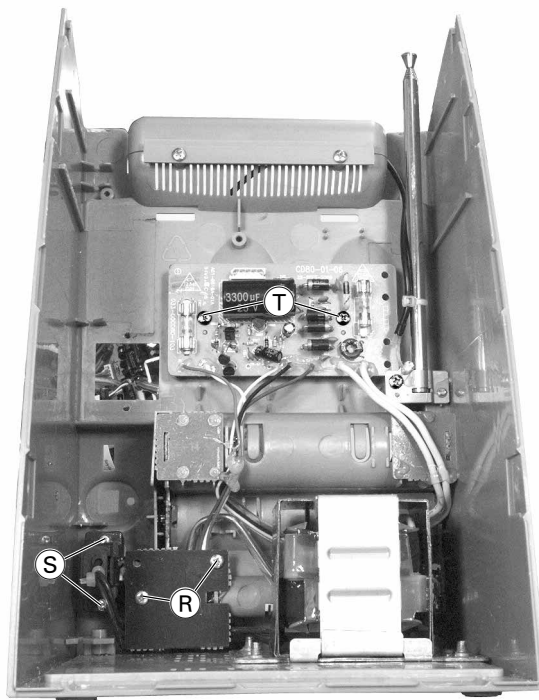

Fig. 16
- 2 Schrauben **R** (Fig. 16) heraus-schrauben.
- 2 Schrauben **S** (Fig. 16) heraus-schrauben und Netzbuchse heraus-nehmen.
- 2 Schrauben **T** (Fig. 16) heraus-schrauben.
- Undo 2 screws **R** (Fig. 16).
- Undo 2 screws **S** (Fig. 16) and remove the mains socket.
- Undo 2 screws **T** (Fig. 16).